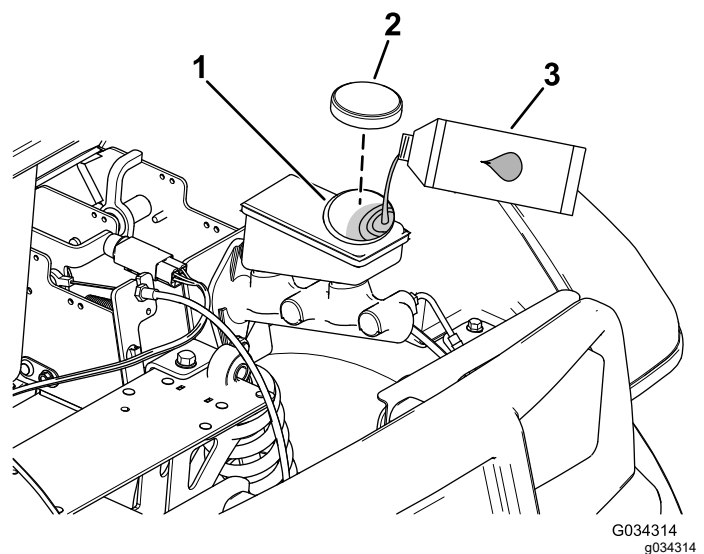

Figura 63
4. Eleve el capó para acceder al cilindro del freno principal y al depósito (Figura 63).
- Limpie la zona alrededor del tapón del depósito y retire el tapón (Figura 63).
- Coloque el tapón del depósito (Figura 63).